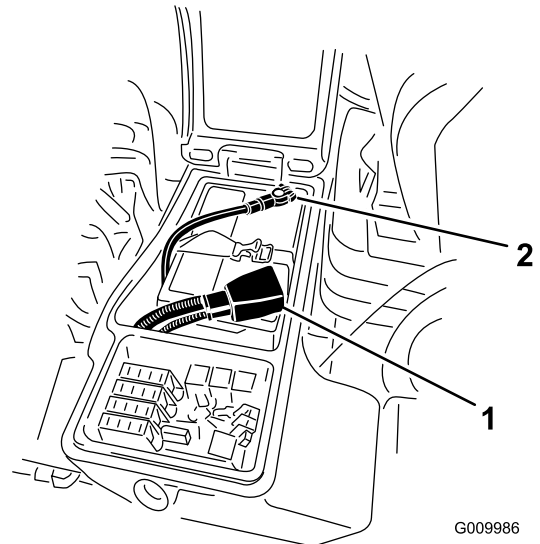

Figura 75
3. Retire el cable negativo (negro) del terminal negativo (-) y el cable positivo (rojo) del terminal positivo (+) de la batería (Figura 75).
6. Conecte el cable positivo (rojo) al borne positivo (+) y el cable negativo (negro) al borne negativo (-) de la batería (Figura 75).